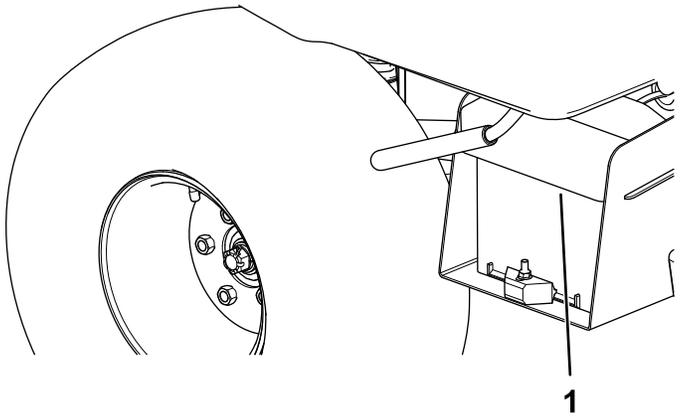

图 4
1. 挤压电池盖将凸耳从电池座上松开。图 4
2. 从电池座上取下电池盖图 4。
6. 将电池盖与电池座对齐图 4。
7. 挤压电池盖将凸耳与电池座对齐松开电池盖图 4。